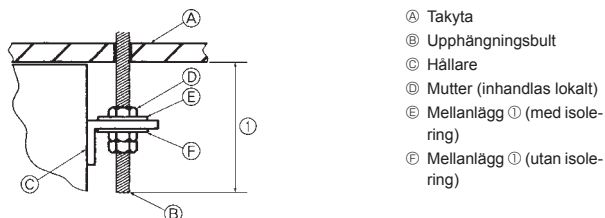

Fig. 3-5
4) Förbered inomhusenheten (Fig. 3-5)